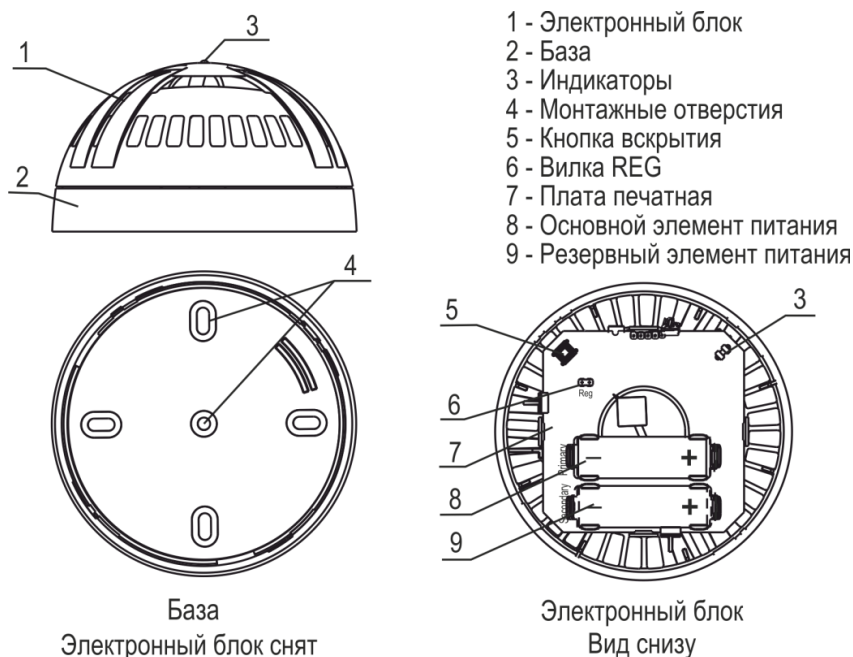

Рисунок 4.17
4.4.10.2 ИПТ состоит из съемного электронного блока и базы (рисунок 4.17). Внутри электронного блока находятся печатная плата с радиоэлементами, радиомодуль и ЭП.